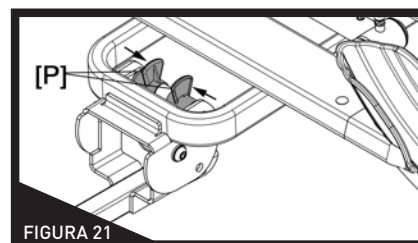

FIGURA 21
1. Mientras levanta ligeramente el portabicicletas, apriete las lengüetas de liberación (mostradas en la Figura 21, arriba). Una vez liberado, baje el portabicicletas de forma controlada hasta que se detenga [Paso 1]. Abra la puerta trasera [Paso 2].